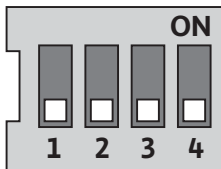

Fig. 29: Interrupteur DIP
L'interrupteur DIP (Fig. 9, pos. 6/ Fig. 29) se trouve sous le capot de l'appareil.